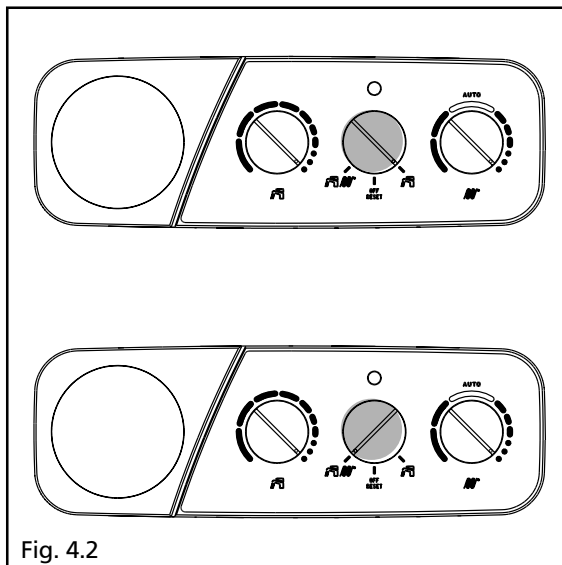
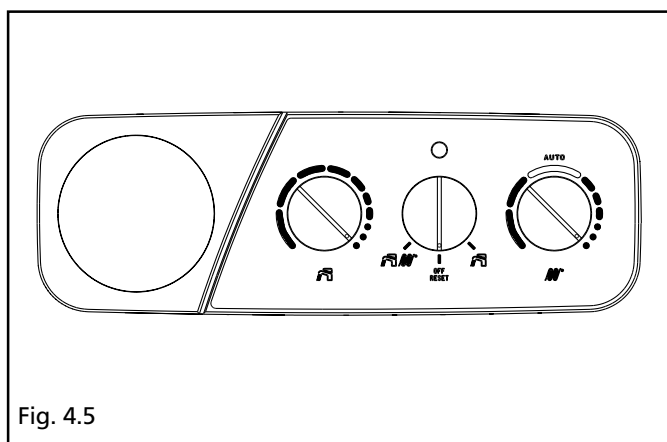

Fig. 4.2
Fig. 4.5
- colocar el interruptor general del aparato en la posición de encendido y el selector de función en verano o invierno (fig. 4.2), según el tipo de funcionamiento elegido.
- posicione o interruptor geral do aparelho na posição ligado e o seleccionador de função na posição verão ou inverno (fig. 4.2) conforme o tipo de funcionamento escolhido.
Para reactivar el funcionamiento, coloque el selector de función en off-reset (fig. 4.5) y volverlo a colocar luego en la posición deseada: verano o invierno (fig. 4.2).
Para reactivar o funcionamento, posicione o seccionador de função na posição off-reset (fig. 4.5) levando-o novamente para a posição desejada: verão ou inverno (fig. 4.2).